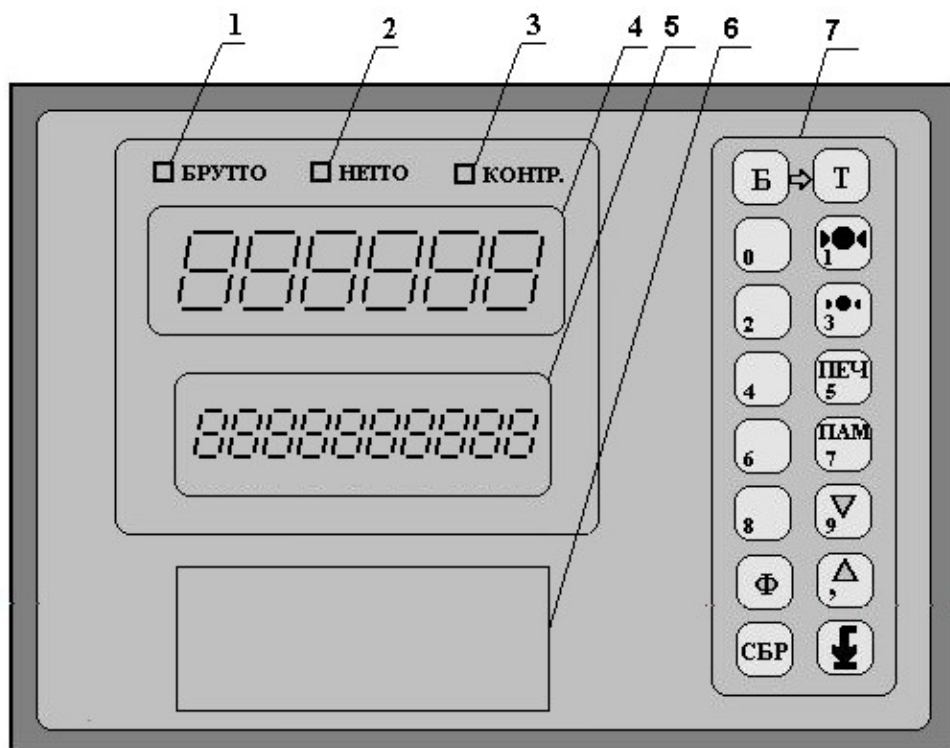

Рис. 7.1. Внешний вид ВТ Преобразователя спереди.
На Рис. 7.1 изображён внешний вид ВТ Преобразователя спереди.
10.2. После включения Преобразователь выполнит самотестирование, затем на индикатор ТВИ-024ВТ (см. Рис. 7.1 на стр. 17) будет кратковременно выведено название версии программного обеспечения Преобразователя в виде «**SC-XXX**» или «**DD-XXX**» (где знакам **X** будут соответствовать цифры, отражающие номер версии).